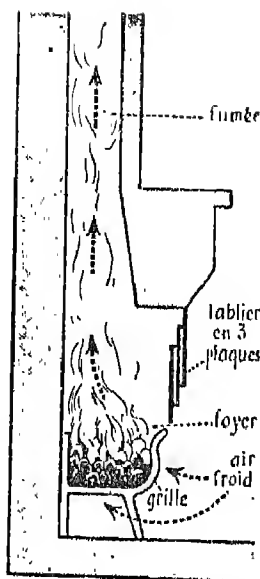

Fig. 1. — Feu de charbon dans une cheminée moderne. Les flèches indiquent le trajet de l'air qui traverse le combustible pour gagner la gaine de fumée.
4. Existe-t-il une cheminée dans votre chambre à coucher. Décrivez-la en vous aidant de la fig. 1. Quel combustible y brûle-t-on ? Est-ce là un mode de chauffage commode ? économique ?
Les cheminées des appartements modernes sont beaucoup plus petites (fig. 1). Vous avez tous vu leur manteau de marbre qui fait saillie dans la pièce et remplace la hotte ; lâtre, en briques rouges sous la gaine de fumée ² ; les plaques de faïence blanche qui renvoient une partie de la chaleur vers l'intérieur de la chambre ; le tablier fait de trois feuilles de tôle qu'on peut élever ou abaisser à volonté.